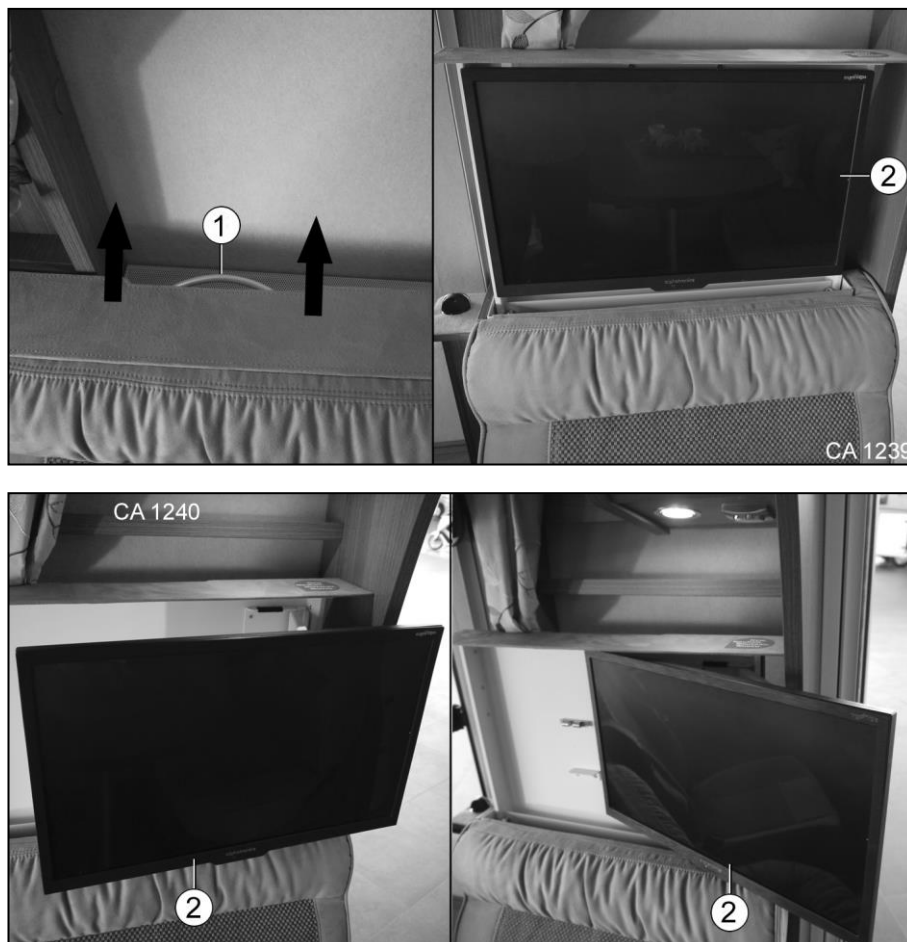

Fig. 131 Système coulissant du téléviseur au niveau de la banquette latérale
1. Tirer la poignée (Fig. 131/1) dans la direction indiquée.
2. Tirer l'écran TV (Fig. 131/2) hors du support.
3. Pivoter l'écran TV (Fig. 131/2) vers la droite ou vers la gauche.